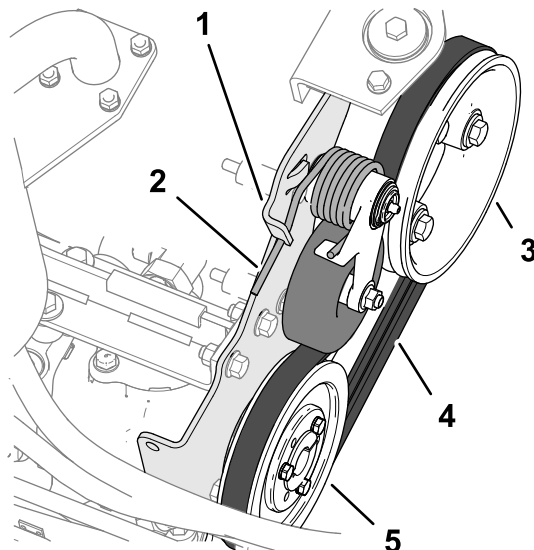

图 90
2. 将皮带张紧弹簧的末端向下推出泵安装凸耳中的槽口然后向前移动弹簧端图 90。